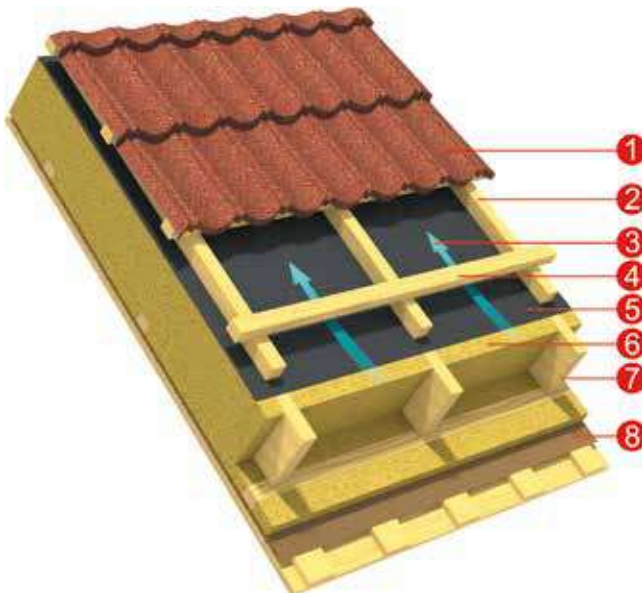

Рисунок 3
4.2 Утепленная крыша с диффузионной ветро-гидрозащитной мембраной (Рисунок 3).